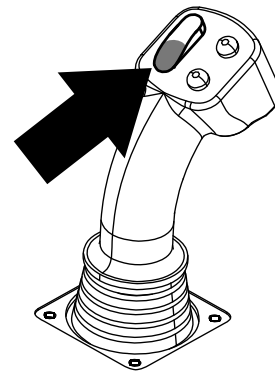
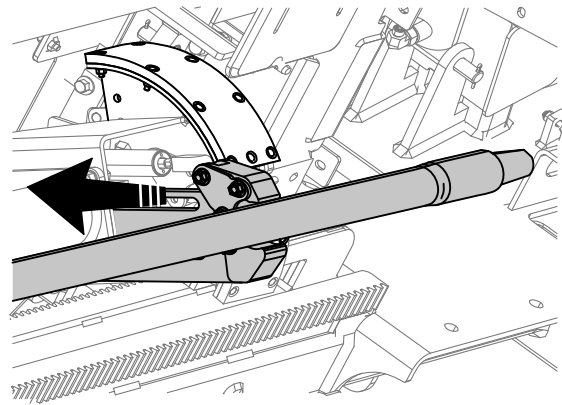

Figure 14
Figure 15
- Maintenez le bas de l'interrupteur à bascule enfoncé (Figure 14) jusqu'à ce que les bras soient complètement rétractés (Figure 15).